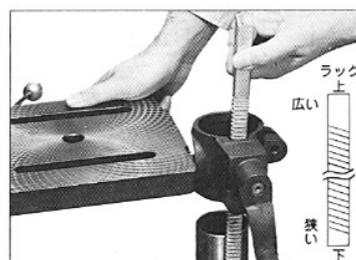

図2-3
(3) ⑦ラックは、平らな部分の広い方が上になるように持ち、テーブルブラケット内部のギアとがみ合わせて下さい。そのままラックとテーブルブラケットを一緒に支柱にはめ込んで下さい。図2-3